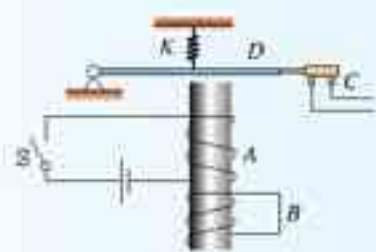

图4.6-8 延时继电器
1. 图4.6-8是一种延时继电器的示意图,铁芯上有两个线圈A和B,线圈A跟电源连接,线圈B两端连在一起,构成一个闭合电路。在断开开关S的时候,弹簧K并不会立刻将衔铁D拉起而使触头C(连接工作电路)离开,而是过一小段时间后才执行这个动作。延时继电器就是这样命名的。